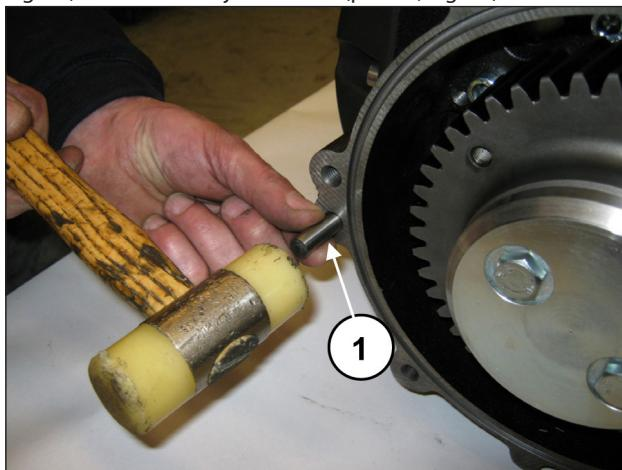
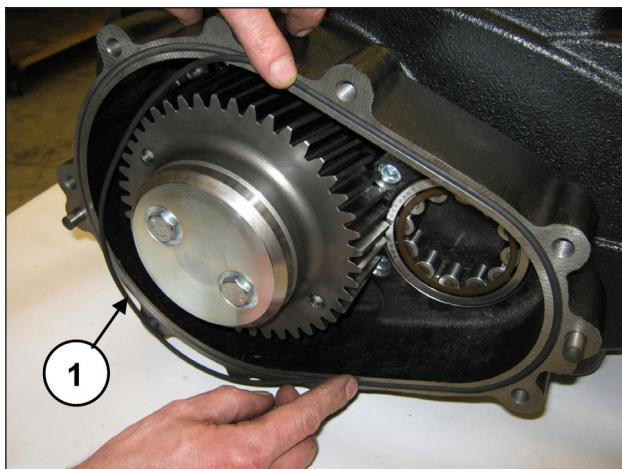

Fig. 80
Fig. 81
Colocar las 2 clavijas Ø10x24 a la caja del reduktor (pos. ①, Fig. 80) e introducir la junta tórica (pos. ②, Fig. 81).